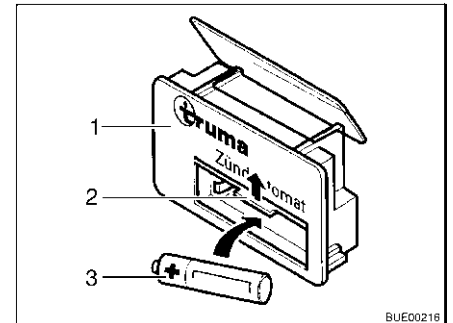

Fig. 143 Allumage automatique
- Pousser le couvercle (Fig. 143,2) du compartiment à piles de l'allumage automatique (Fig. 143,1) vers le haut.
- Placer une nouvelle batterie (Fig. 143,3) de même type, en plaçant correctement les pôles (+/-), dans le compartiment à piles de l'allumage automatique. N'utiliser que des piles AAA résistantes à la chaleur (+70 °C) et étanches.